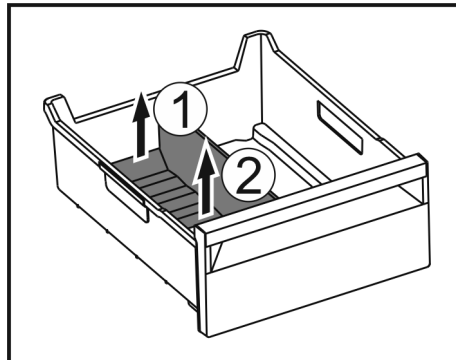

Fig. 195
- Soulever la partie arrière du séparateur de congélateur. Fig. 195 (1)
- Retirer le séparateur de congélateur par le haut. Fig. 195 (2)